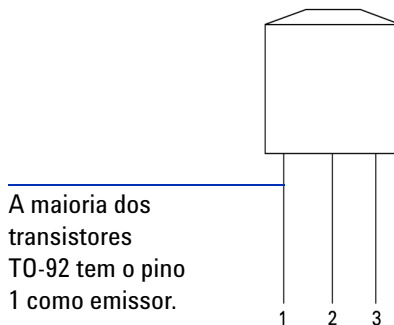

Figura 5-7 Transistor TO-92
- 3 Neste exemplo, usaremos um TJB com encapsulamento TO-92, como na Figura 5-7.